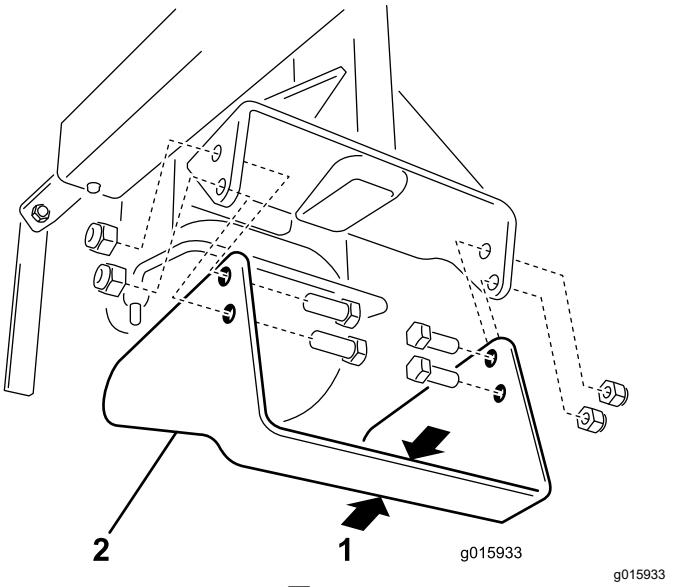

图 15
要经常检查修边机刀片刀片宽度减少到  $1\frac{1}{4}$  英寸时应更换刀片 图 15。
3. 卸下将刀片固定到刀盘臂的 4 个螺丝和 4 个螺母 图 15。